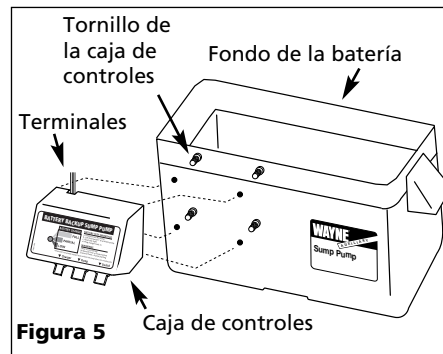

Figura 5
- Conecte la caja de control a uno de los lados del compartimento de la batería tal como se muestra en la Figura 5. Coloque la batería en el compartimento, conecte el cable rojo al borne positivo de la batería y el cable negro al borne negativo. Colóquela la tapa al compartimento y asegúrelo con la correa.